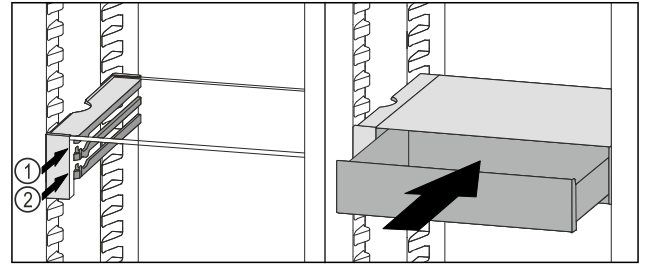

Fig. 96
- ▶ VarioSafe-lade achter de stoppers op de gewenste rib Fig. 96 (1) of Fig. 96 (2) plaatsen.